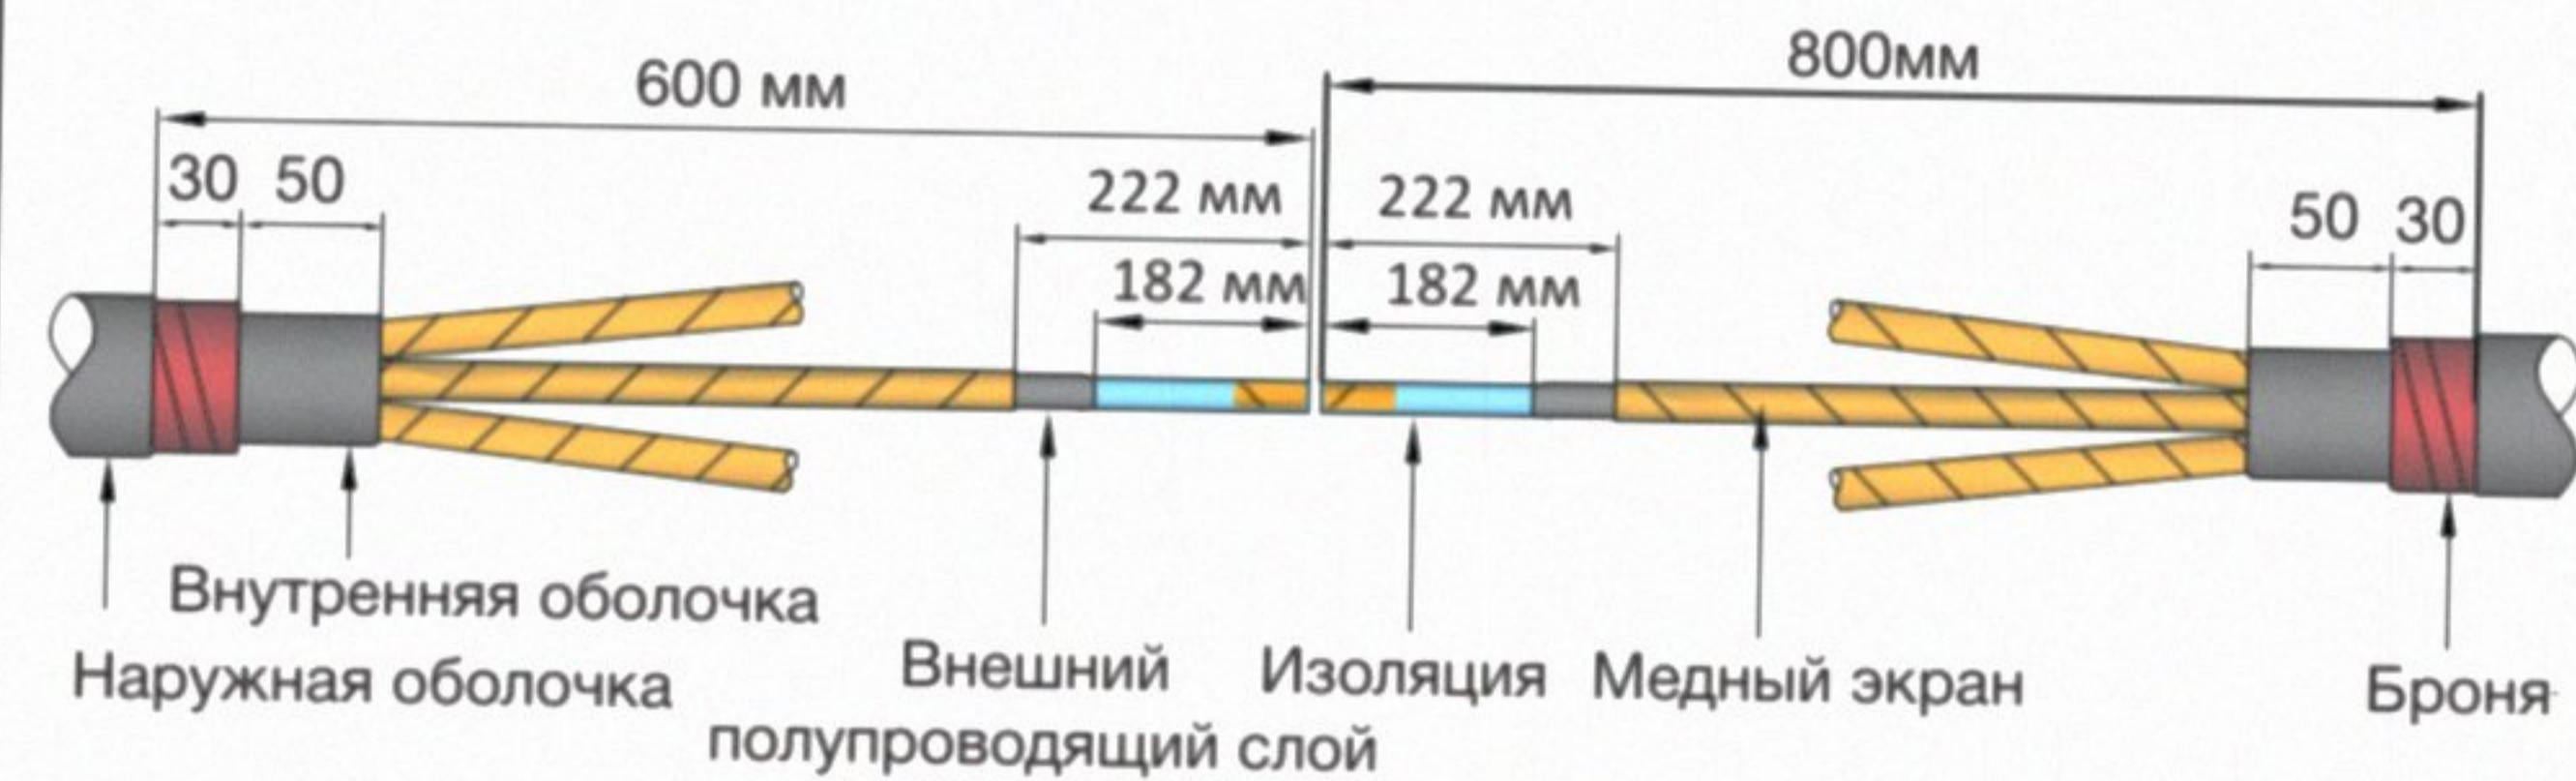

Рис. 1
- 1.2 Отмерьте 30 мм от среза наружной оболочки на броне, как показано на рис. 1. и закрепите броню пружиной с постоянной жесткостью, а затем обрежьте излишек брони. (Требуется только для бронированного кабеля)
- 1.3 Сохраните внутреннюю оболочку на 50 мм от края брони, как показано на рис. 1. (Требуется только для бронированного кабеля)